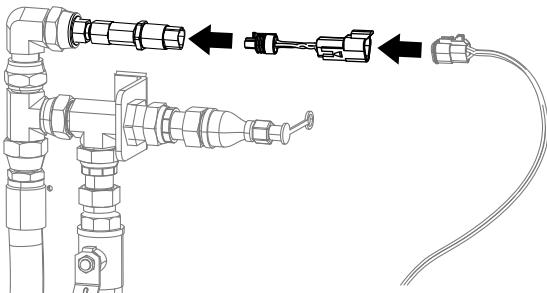

Рисунок 13
9. Если жгут проводов не подходит к датчику, подсоедините жгут проводов к датчику, используя переходник (Рисунок 13).